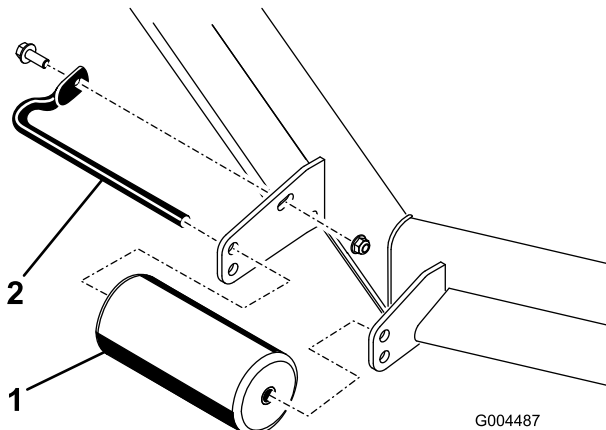

Figura 24
- Retire os dispositivos de fixação que fixam cada rolo na plataforma do cortador e desloque os rolos para cima ou para baixo conforme desejado; consulte Figura 24 a Figura 28 conforme se aplicar ao seu cortador.